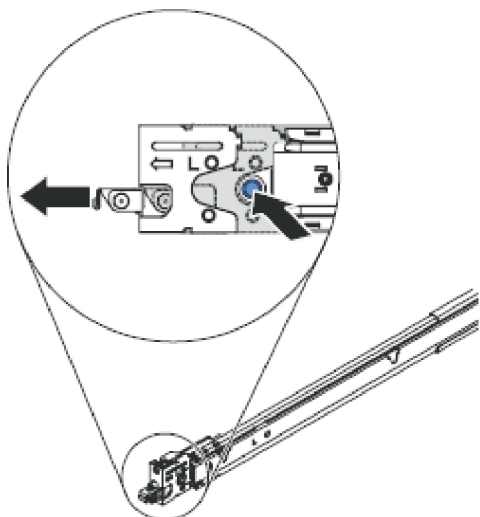

Figura 23. Preparando a extremidade frontal dos trilhos deslizantes
4. Prepare a extremidade frontal dos trilhos deslizantes, conforme mostrado na Figura 23.